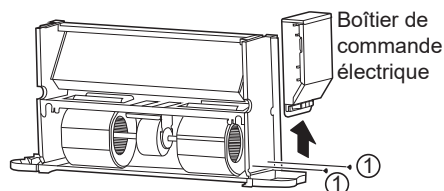

Figure 4-7 Retrait du boîtier de commande électrique
- Comme illustré à la Figure 4-7, retirez les vis ① \*2 pour retirer le boîtier de commande électrique.